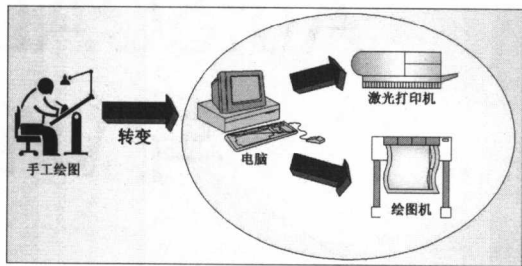

图 1-1
- 1. CAD (Computer Aided Design): 是计算机辅助设计的意思，它扮演着制图革命者的角色，淘汰了传统的制图工具，将设计制图的工作转移到计算机上进行，不仅提高了绘图效率，对于图形的精确性与编辑图形的方便性也有了很大的提高，同时，大大节省了保存图文件的空间。目前被广泛应用于机械制图、工程规划流程图、电子电路图、土木营建、室内设计及其他相关领域，如图 1-1 所示。